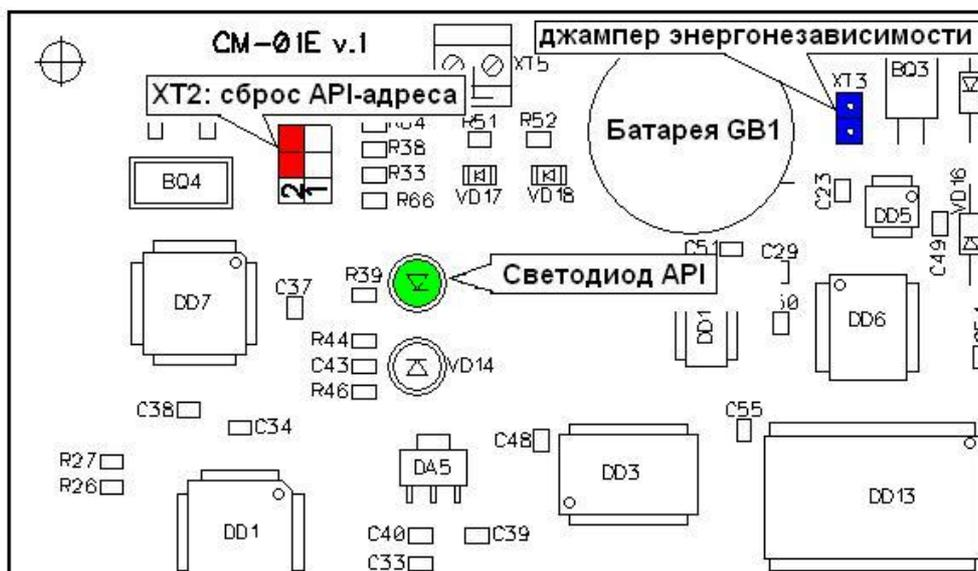

Рис.4 Подготовка контроллера к работе
- Установите перемычку на колодку XT2 согласно рис.4;